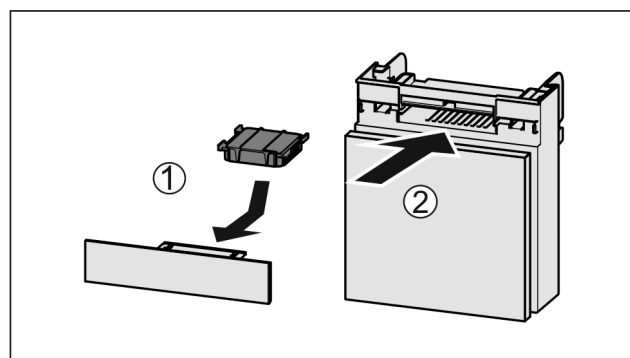

Fig. 143
- Wkładać Fig. 143 (1) filtr z węglem aktywowanym zgodnie z ilustracją.
- Wsunąć komorę Fig. 143 (2).